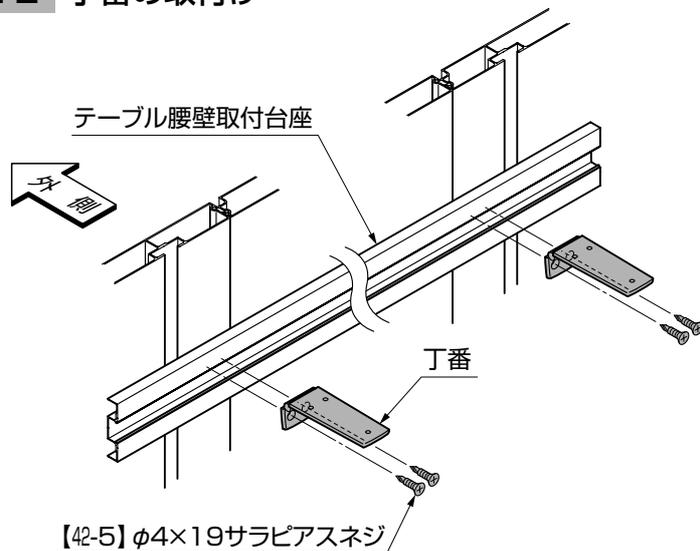

図2-2
① 丁番をテーブル腰壁取付台座に【42-5】で取付けてください。(図2-2参照)